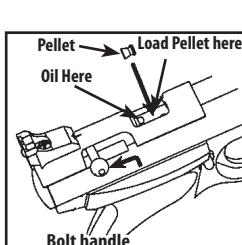

Fig. 4
- 2. Løsn hånden ved at løfte boltenets håndtag op og træk bolten hele vejen tilbage (Fig. 4).
- 2. Løsn bolten ved at løfte håndtaget opad og trække bolten hele vejen tilbage, indtil du hører et klik (se Fig. 4).